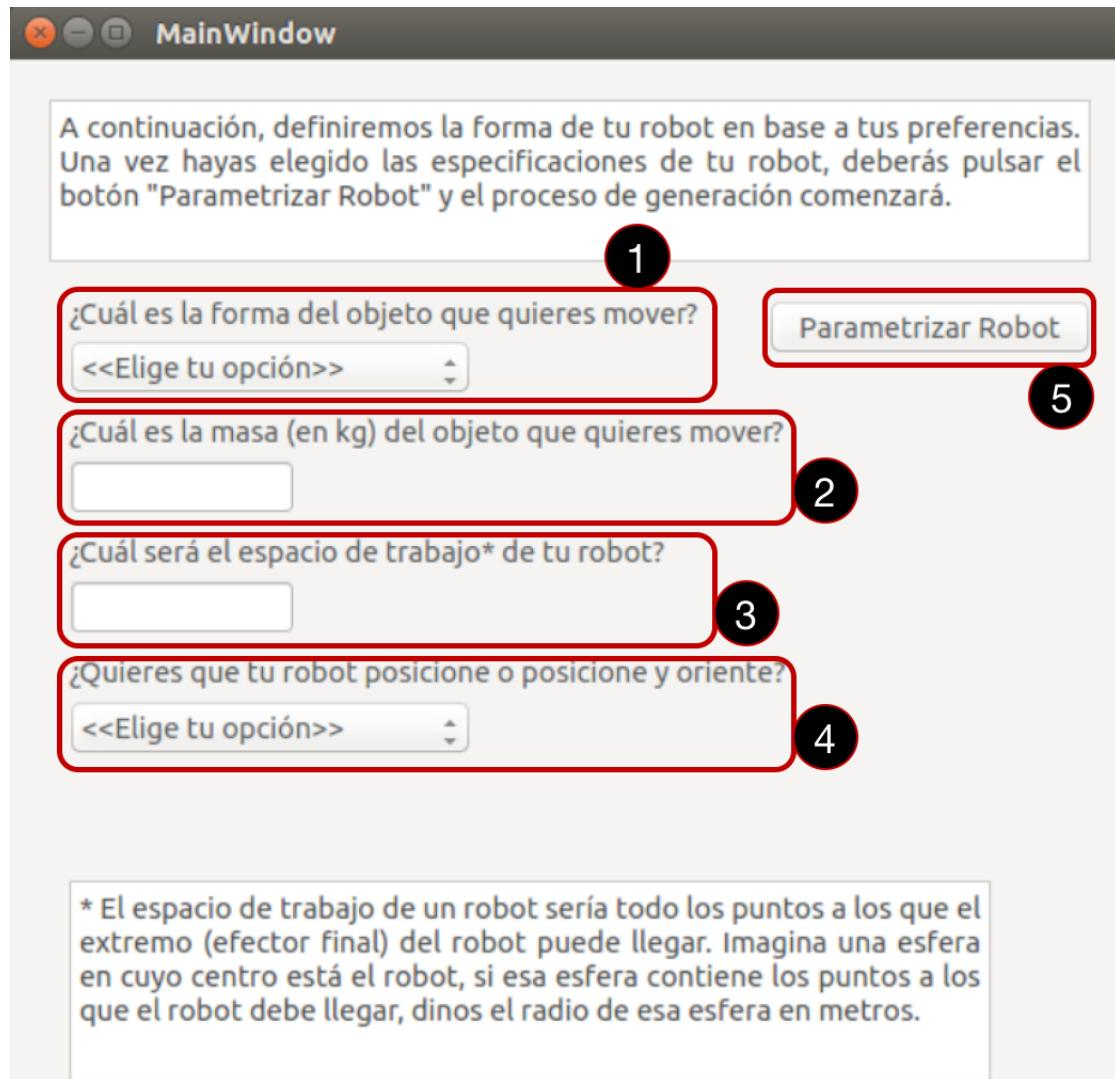

Figura 6: COREapp: Parametrización de un Manipulador - Ventana Principal
**Ventana para un Manipulador** Por el momento, esta ventana tiene cinco partes fundamentales (véase la Figura 6), aunque está sujeta a cambios y se debe seguir trabajando sobre ella, sin embargo, cuenta con control de fallos.